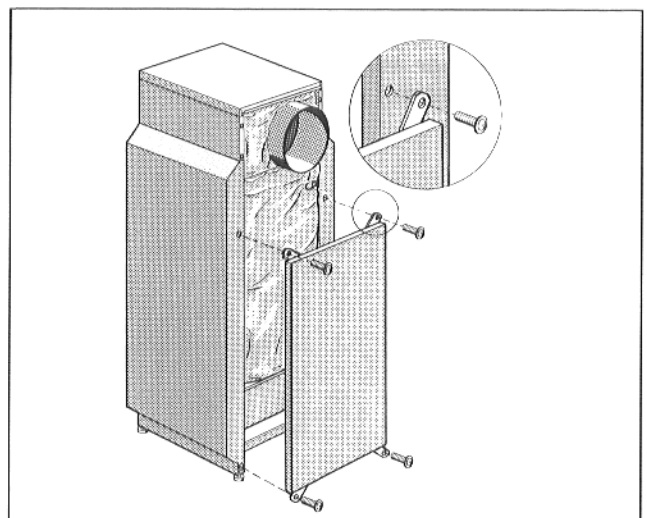

Abb. 17
- Untere Vorderwand zwischen die Seitenwände einsetzen und die abgekanteten Laschen rechts und links mit je 1 Blechschraube anschrauben (Abb. 17).